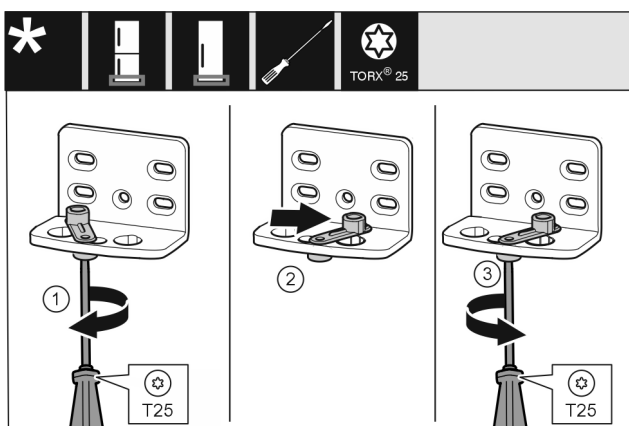

Fig. 14
- ▶ Открутите винт отверткой T25. Fig. 14 (1)
- ▶ Приподнимите фиксатор двери и поверните в отверстия на 90° направо. Fig. 14 (2)
- ▶ Затяните винт отверткой T25. Fig. 14 (3)